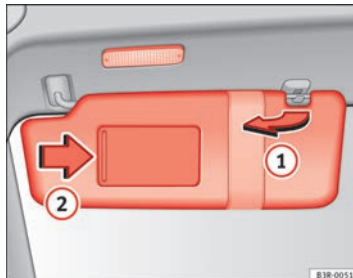

Abb. 97 Sonnenblende
Die Sonnenblenden für den Fahrer und Beifahrer können aus der Halterung in der Fahrzeugmitte herausgezogen und zu den Türen geschwenkt werden ① ⇒ Abb. 97.